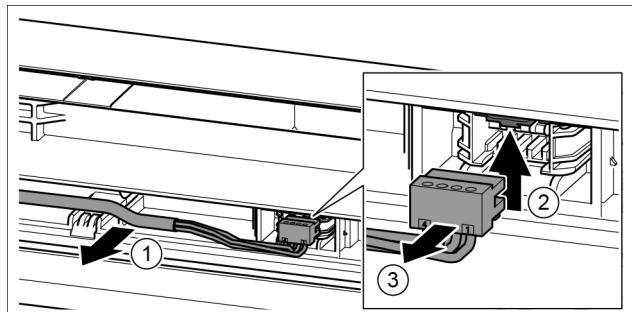

Fig. 24
- ▶ Обережно витягніть сірий кабель з направляючої в дверцях. Fig. 24 (1)
- ▶ Притисніть з'єднувальну накладку вгору. Fig. 24 (2)
- ▶ Обережно витягніть штекер. Fig. 24 (3)